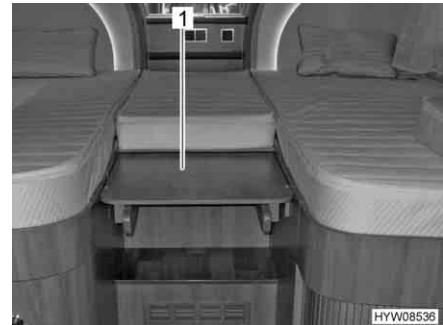

Fig. 93 Estrazione dell'ampliamento
- Afferrare ed estrarre l'ampliamento (Fig. 93,1). Insieme all'ampliamento viene estratta anche la scaletta.